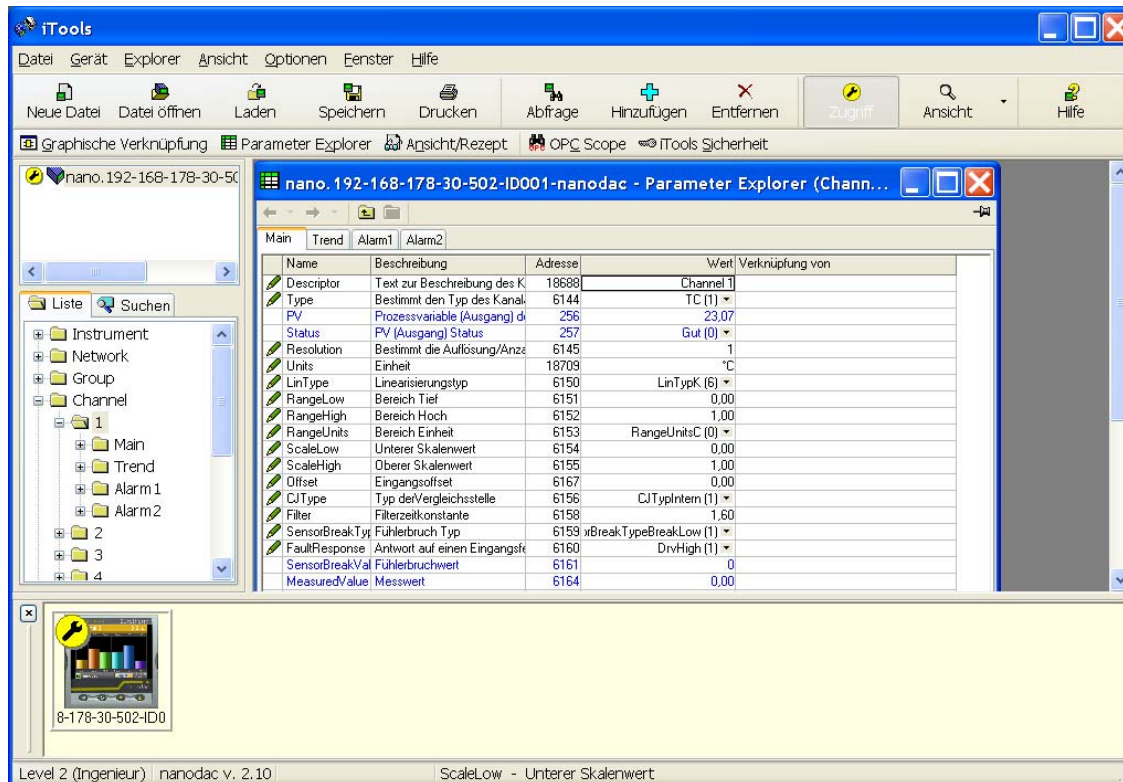
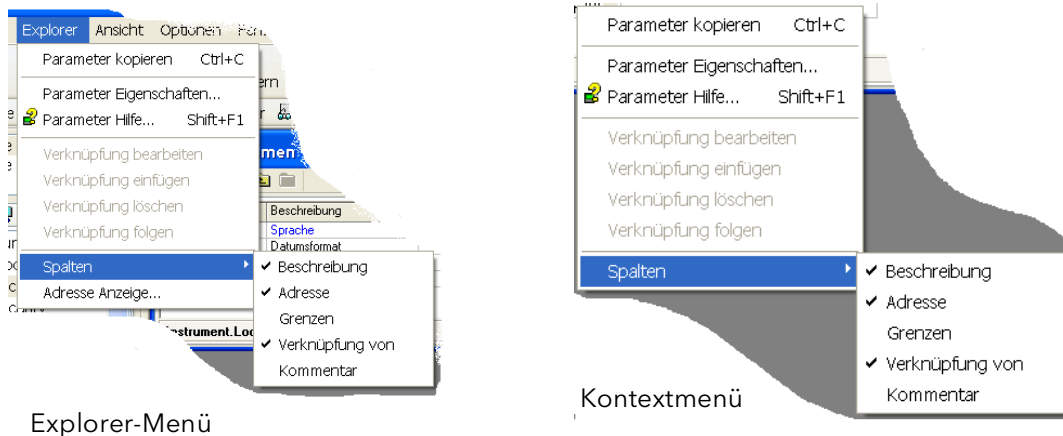

Abb. 6.4a Beispiel einer Parametertabelle
Abb. 6.4b Spalte aktivieren/deaktivieren
In jedem Fall erscheinen die Funktionsblockparameter im iTools-Fenster in Tabellenform, wie in Beispiel in Abbildung 6.4a unten dargestellt.
Die Abbildung zeigt das Standard-Layout der Tabelle. Über den Eintrag „Spalten“ im Explorer oder über die Kontextmenüs (Abbildung 6.4b) können Spalten zur Ansicht hinzugefügt oder gelöscht werden.
2. Spalten. Das Standardfenster des Explorers (Abbildung 6.4a) enthält die Spalten „Name“, „Beschreibung“, „Adresse“, „Wert“ und „Verknüpfung von“. Wie aus Abbildung 6.4b ersichtlich, können die anzuzeigenden Spalten in gewissem Maße ausgewählt werden; dazu dient entweder das Explorer-Menü oder das Kontextmenü. Für das obige Beispiel wurden die „Grenzen“ aktiviert.